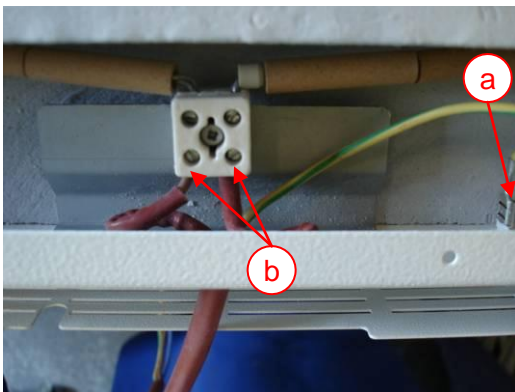

Abb. 30 – Heizleitung
- Das gelb-grüne Erdungskabel vom Steckanschluss (Abb. 30 a) abziehen
- Schrauben der Keramikklemppe (Abb. 30 b) lösen und Leitungen herausziehen.
- Das gelb-grüne Erdungskabel auf Steckzunge in Gehäuse (Abb. 30 a) stecken.
- Die Heizung der des Ofens kann mittels Ohm-Meters an den Anschlüssen der Keramikklammer (Abb. 30 b) überprüft werden. Der Widerstand beträgt $27,8 \pm 0,3$ Ohm.